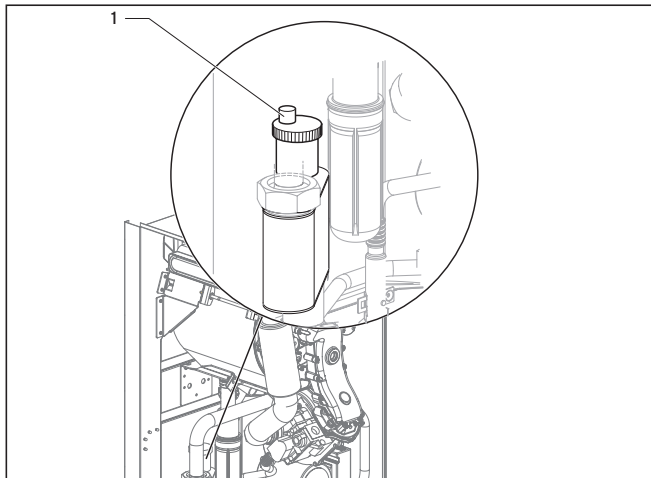

Fig. 5.1 Purge de l'appareil
- Ouvrez le clapet du dispositif de purge intégré à l'appareil (1) (fig. 5.1).